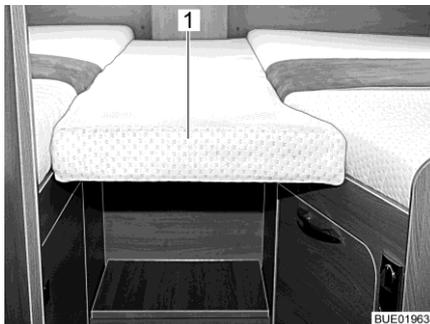
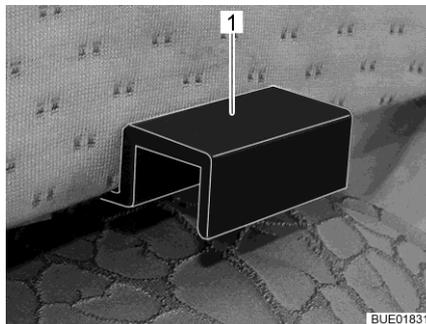

Fig. 167 Cuscino aggiuntivo
Fig. 168 Supporto cuscino aggiuntivo
- Agganciare il cuscino aggiuntivo (Fig. 167,1) con i supporti (Fig. 168,1) nei diaframmi del letto singolo, in modo che si formi una superficie utile chiusa.